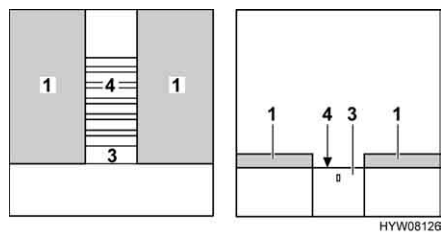

Fig. 135 Durante la transformación
- Si está montado un bloqueo en el dispositivo de extracción (Fig. 135,3): Meter la mano atrás del panel y desbloquear el dispositivo de extracción.
- Extraer completamente el somier (Fig. 135,4) o bien la prolongación con el dispositivo de extracción.